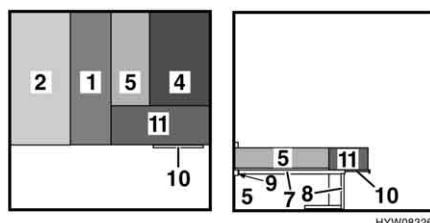

Fig. 30 Dopo la trasformazione
- Posizionare i cuscini dello schienale (Fig. 30,1 e 5) tra i due cuscini del divano (Fig. 30,2 e 4). Osservare la diversa lunghezza.
- Posizionare il cuscino aggiuntivo (Fig. 30,11) davanti al cuscino corto dello schienale (Fig. 30,5) e al cuscino corto del divano (Fig. 30,4).